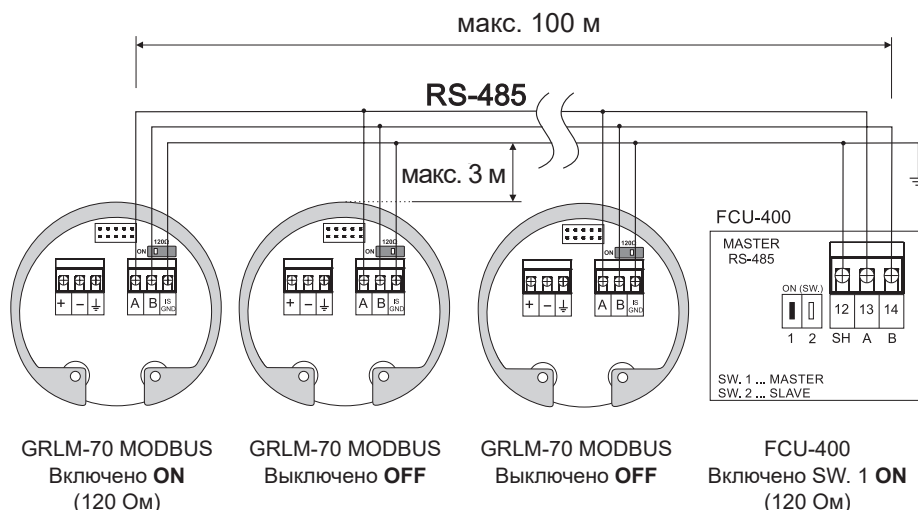

Рис. 23: Соединение нескольких блоков посредством RS485 в сеть
- Если уровнемер с коммуникацией Modbus подключен в качестве конечного устройства к линии RS-485, рекомендуем (чтобы не было отражений на линии) подключить оконечный (ограничивающий) резистор 120 Ом. Это осуществляется путем перемещения рычажка выключателя, обозначенного 120 Ом, в положение ON. На уровнемерах, подключенных к линии RS-485, оконечные резисторы в качестве постоянного устройства не подключаются (переключатель остается выключенным). См. Рис. 23.
Максимальное расстояние модуля от транзитной линии (длина T-сегмента) составляет 3 м (Рис. 23).
На концевых установках необходимо подключать оконечные резисторы R_z величиной 120 Ом, наряду с этим оконечные резисторы не должны быть подключены к транзитным установкам (Рис. 23).